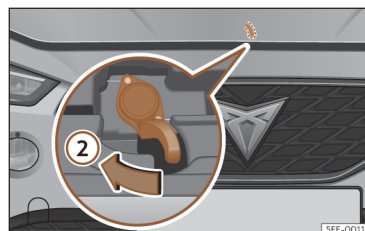

Fig. 217 Alavanca sob o capô.
• Para levantar o capô, pressione para a esquerda com a palma da mão para baixo a alavanca situada sob o capô, no centro >>> **Fig. 217 ②**. Os ganchos de fixação ficam desbloqueados.